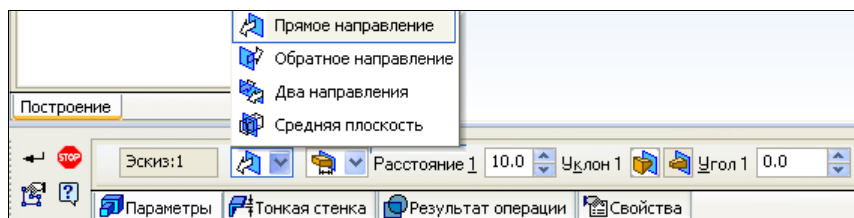

Рис. 17.4. Панель свойств: Элемент выдавливания с открытой вкладкой **Параметры**
- ♦ на панели инструментов **Редактирование детали** щелкните ЛК мыши по кнопке **Операция выдавливания** . На экране вы видите фантом будущей модели со стрелкой, указывающей направление выдавливания. Активизировалась Панель свойств: Элемент выдавливания (рис. 17.4).
Панель свойств: Элемент выдавливания имеет четыре вкладки: **Параметры** (рис. 17.4), **Тонкая стенка** (рис. 17.6), **Результат операции** и **Свойства**.